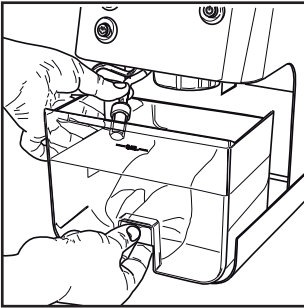
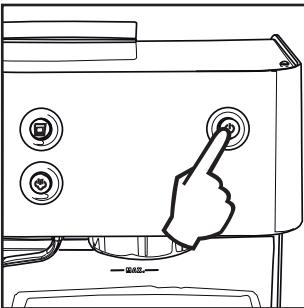
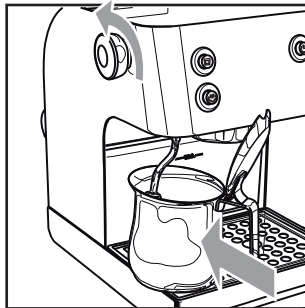

Fig.4
Fig.7
Fig.8
- (Fig.7) - Mettre en marche la machine, en appuyant sur l'interrupteur ON/OFF (18).
- (Fig.8) - Placer un récipient sous la buse de vapeur.
- Ouvrir le bouton (5) pour prendre tout le détartrant par intervalles (une tasse à la fois) ; pour arrêter la distribution, fermer le bouton (5).
- (Fig.7) - Pendant les différents intervalles, mettre la machine hors tension en appuyant sur l'interrupteur ON/OFF (18) et attendre 10 à 15 minutes pour que la solution détartrante ait son effet. Vider le récipient.
- (Fig.4; Fig.8) - Réintroduire le réservoir dans la machine ; ouvrir le bouton (5) pour vider 2/3 de l'eau. Pour arrêter la distribution, fermer le bouton de la vapeur (5) dans le sens inverse.